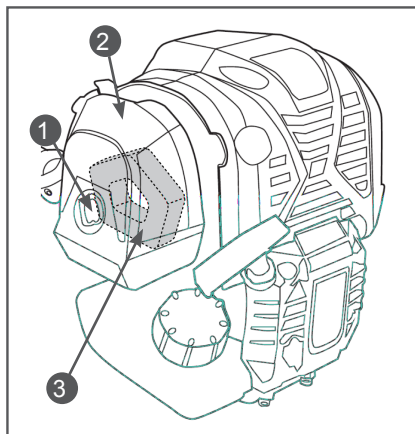

Рис. 14 Обслуживание воздушного фильтра
- Открутите винт крепления 1 и снимите крышку воздушного фильтра 2 (Рис. 14).
- Извлеките фильтрующий элемент 3 (Рис. 14).